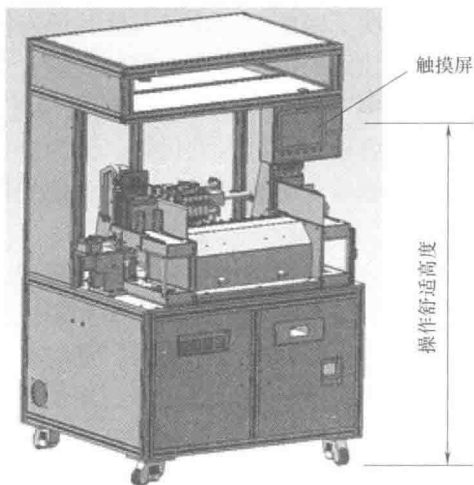

图 4-6 触摸屏的高度要考虑到操作舒适性
(2) **作业空间** 例如设备上的触摸屏高度,大概在人站立时手水平伸直略高或略低位置(距地面高度约 1.5m),如图 4-6 所示;机器在生产线上的位置,应该处于人手活动舒服的范围;布置紧凑的机构,要留有足够的设备调试或更换物料的空间等。